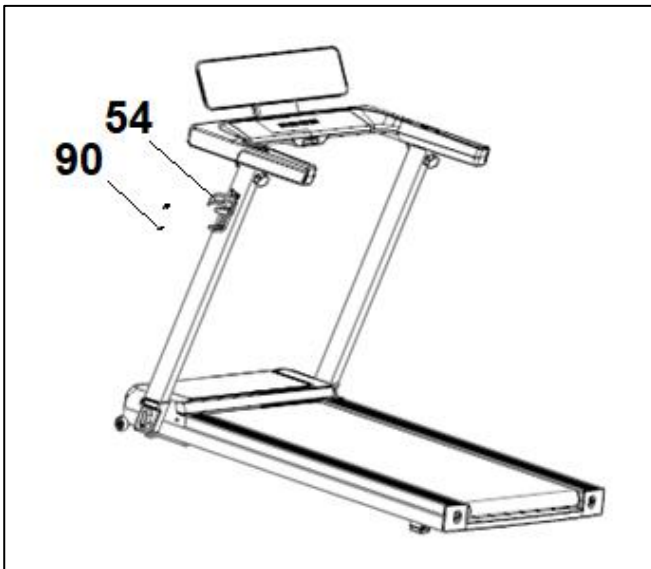

Рис. 5
Опустите монитор так, чтобы он был параллелен рулю, и ослабьте рычаги (52) верхней части вертикальных стоек, рис.5.
1. Опустите руль и ослабьте L-образные рычаги (53) в нижней части вертикальных стоек, для этого поверните их против часовой стрелки, рис.5.
2. Опустите вертикальные стойки в горизонтальное положение и снова затяните L-образные рычаги (53), для этого поверните их по часовой стрелке.
3. Если хотите хранить устройство в вертикальном положении, поверните кронштейны (83), рис.5, 4, наружу и поднимите оборудование, рис.5.